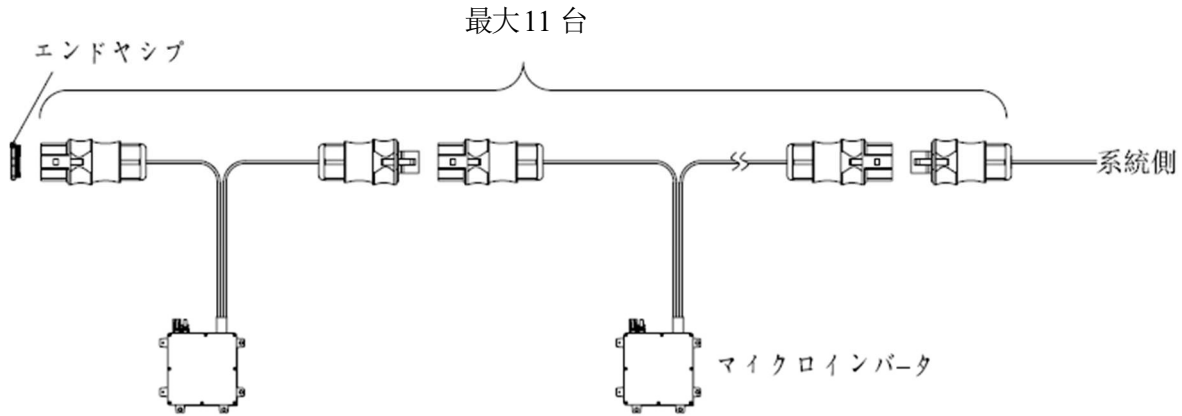

図8 交流ケーブルの接続方法2
- Step2 AC ケーブルの分岐接続側コネクタを、隣り合うマイクロインバータどうしで接続します。これを一つの分岐回路内（最大10台）全てのマイクロインバータ間で行い、交流分岐回路を形成します。コネクタはしっかりと奥まで差し込み、容易に抜けないことを確認して下さい（図8 をご参照願います）。
- Step4 交流分岐回路のもう一方の側のコネクタには、保護用エンドキャップを取り付けて充電部が露出しないよう保護します（図8 をご参照願います）。保護用エンドキャップはしっかりと奥まで差し込み、容易に抜けないことを確認して下さい。